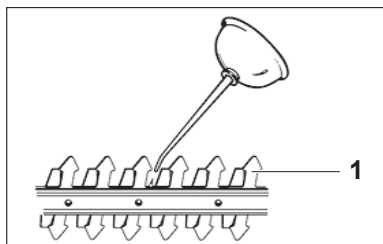

Fig. 9
8. Lubrifique as superfícies internas da lâmina se o dispositivo de corte (1) sobreaquecer durante a operação (Fig. 9).